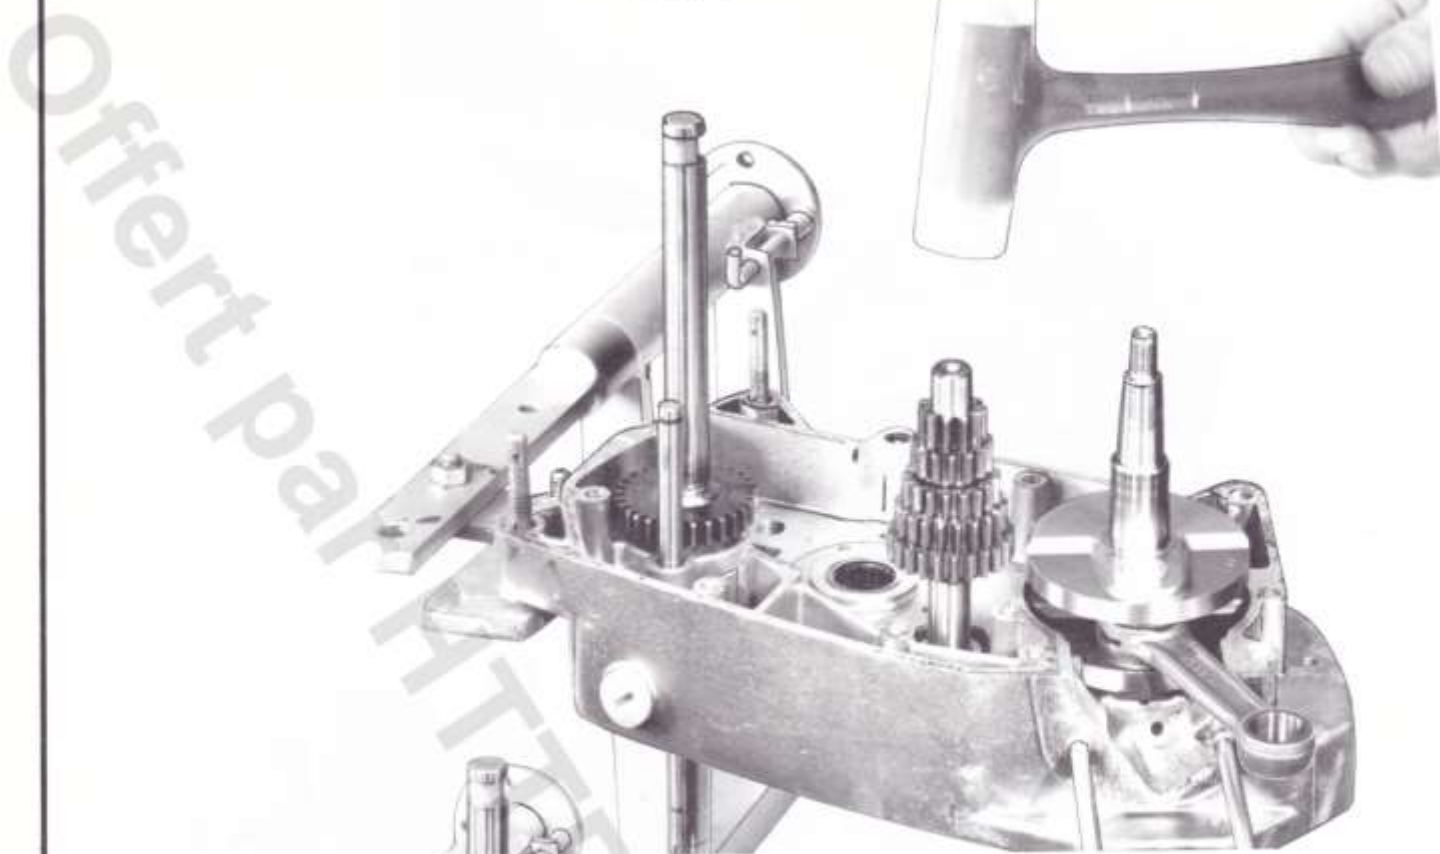

Figure 34
- Introduire dans son roulement l'ensemble arbre primaire, en le tournant légèrement, le descendre au maillet jusqu'à ce qu'il soit en butée (figure 34).